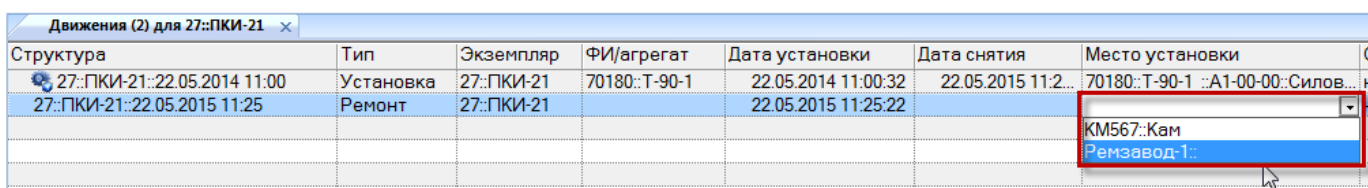

Рис. 23-44 – Выбрать организацию в качестве места установки
6) В поле «Место установки» выбрать из раскрывшегося списка нужную организацию (рис. 23-44).